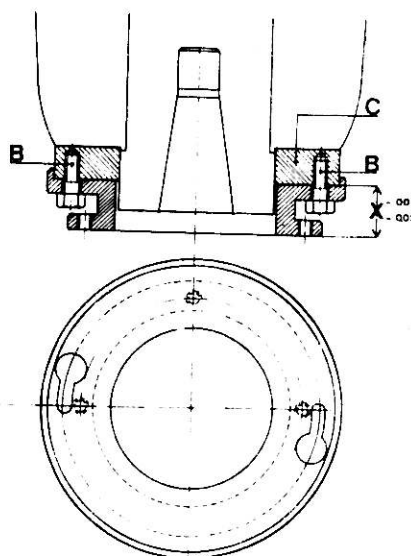

Fig. 5
- 4 - Togliere la testa dal mandrino e montare sulla flangia C, mediante due o piu' viti B, l'anello di fissaggio **IL CUI SPESSORE DEVE ESSERE PIU' SCARSO DELLA QUOTA X DI 0,02 MM.** (Fig. 5)